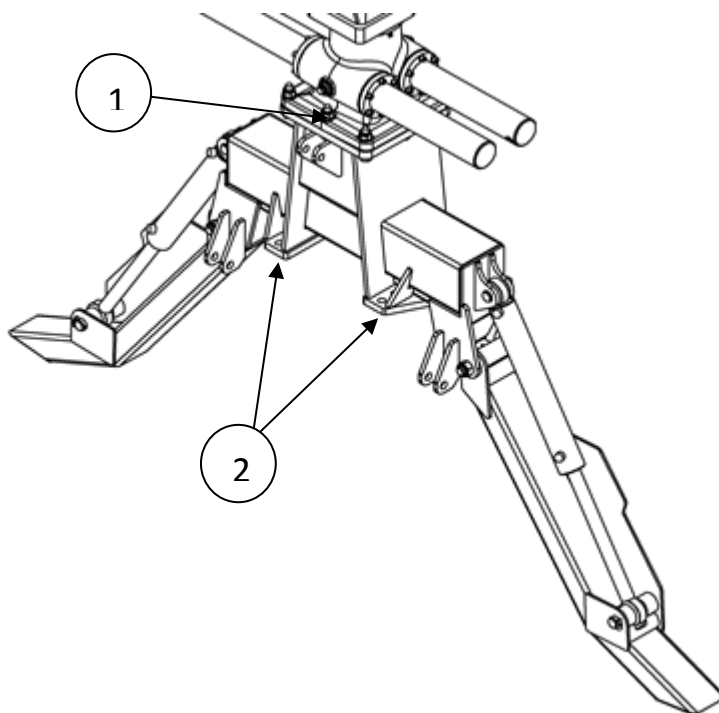

Bild 6. Kopplingspunkter på stödbenen
Fästbultarna vid vridhus/stödben (pos. 1, bild 6) och stödben/skogsvagn (pos. 2, bild 6) måste vara av hållfasthetsklass 10.9 (DIN912) eller högre. Använd självlåsande muttrar M24. Åtdragningsmomentet för kranens (pos. 1, bild 6) och stödbenens fästbultar (pos. 2, bild 5) är 900 Nm.